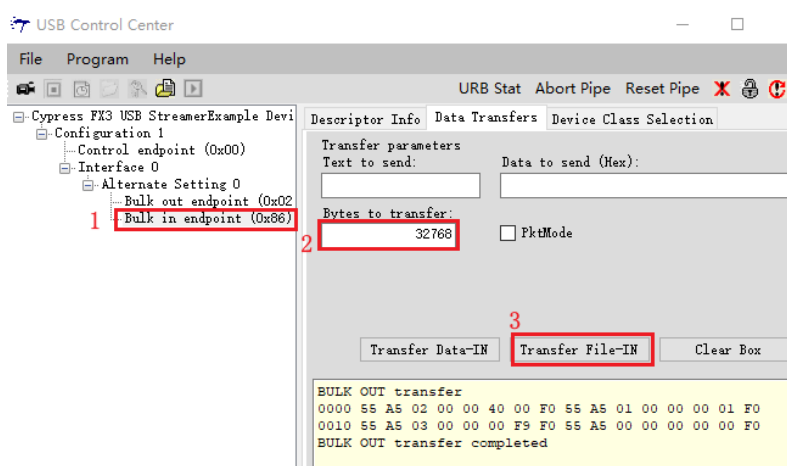

图 1-25 数据接收界面设置
- 点击“Transfer File-IN”将采集到的数据以文件的形式保存，操作图 1-25 如下所示。